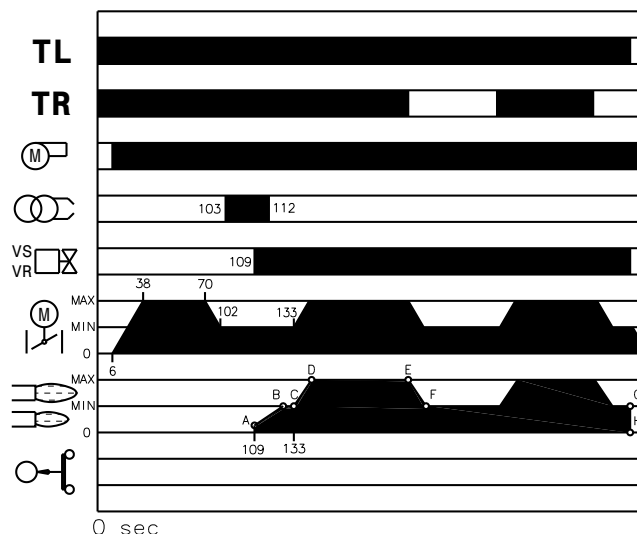

Abb. 37
- 109s** Das Sicherheitsventil VS und das Einstellventil VR öffnen sich (Schnellöffnung). Es erfolgt eine Flammenbildung mit niedriger Leistung, Punkt A (Abb. 37). Es folgt eine gleitende Erhöhung des Durchsatzes, langsame Ventilöffnung bis zur Mindestleistung, Punkt B (Abb. 37).
Nach dem Anfahrzyklus geht die Steuerung des Stellantriebs zu Thermostat/Druckwächter TR über, der die Temperatur oder den Druck im Kessel überwacht, Punkt C (Abb. 37). (Das Steuergerät überwacht weiterhin die Flamme und die richtige Stellung des Luftdruckwächters und des Gas-Maximaldruckwächters).